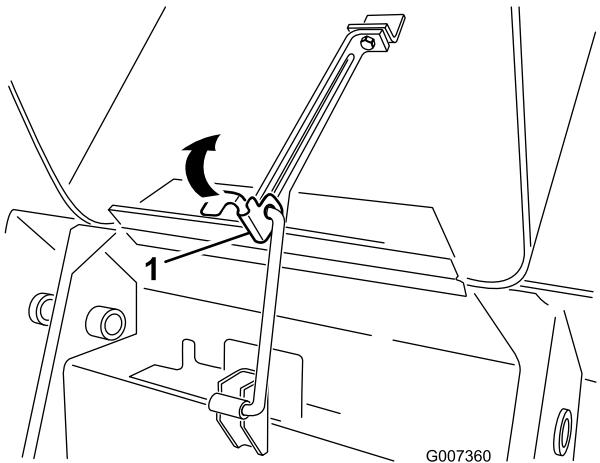

Figure 28
- Tirez la languette de fixation de la béquille (Figure 28)